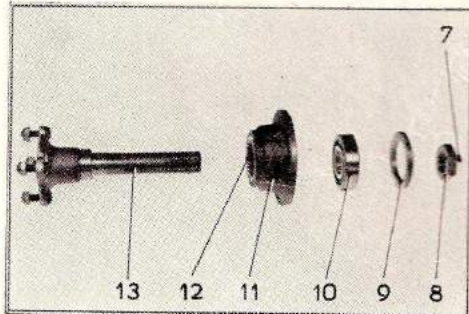

Fig. BV 3.
A l'aide d'un forêt de 4 mm détruire le matage arrêtant l'écrou (9) (fig. BV 3).